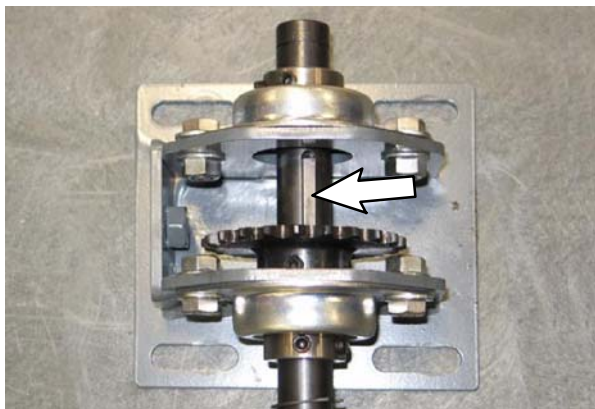

FIG. 41
3. Posez la clavette (5) dans l'encoche de l'arbre de direction (1). (Figure 41)